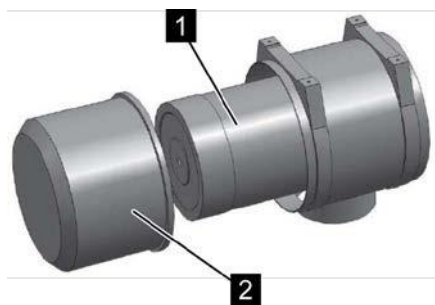

Рис. 47: Снятие крышки приемного фильтра
4. Снимите крышку приемного фильтра (Рис. 47/2).
5. Извлеките старый приемный фильтр (Рис. 47/1).
6. Вставьте новый приемный фильтр (Рис. 47/1).
7. Установите крышку приемного фильтра (Рис. 47/2).